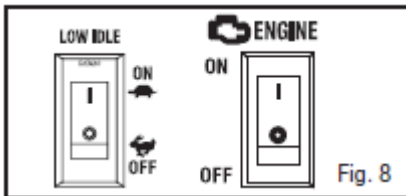

Рис. 8
2. Переведіть перемикач LOW IDLE (рис. 8) у положення «OFF» («Вимк.»).
3. Переведіть перемикач ENGINE (ДВИГУН) (рис. 8) у положення «ON» («Увімк.»).
4. Переведіть перемикач РЕЖИМ НИЗКИХ ОБЕРТІВ ХОЛОСТОГО ХОДУ (рис. 8) у положення "OFF" («Вимк.»).
5. Переведіть перемикач ENGINE (ДВИГУН) (рис. 8) у положення "ON" («УВІМК.»).